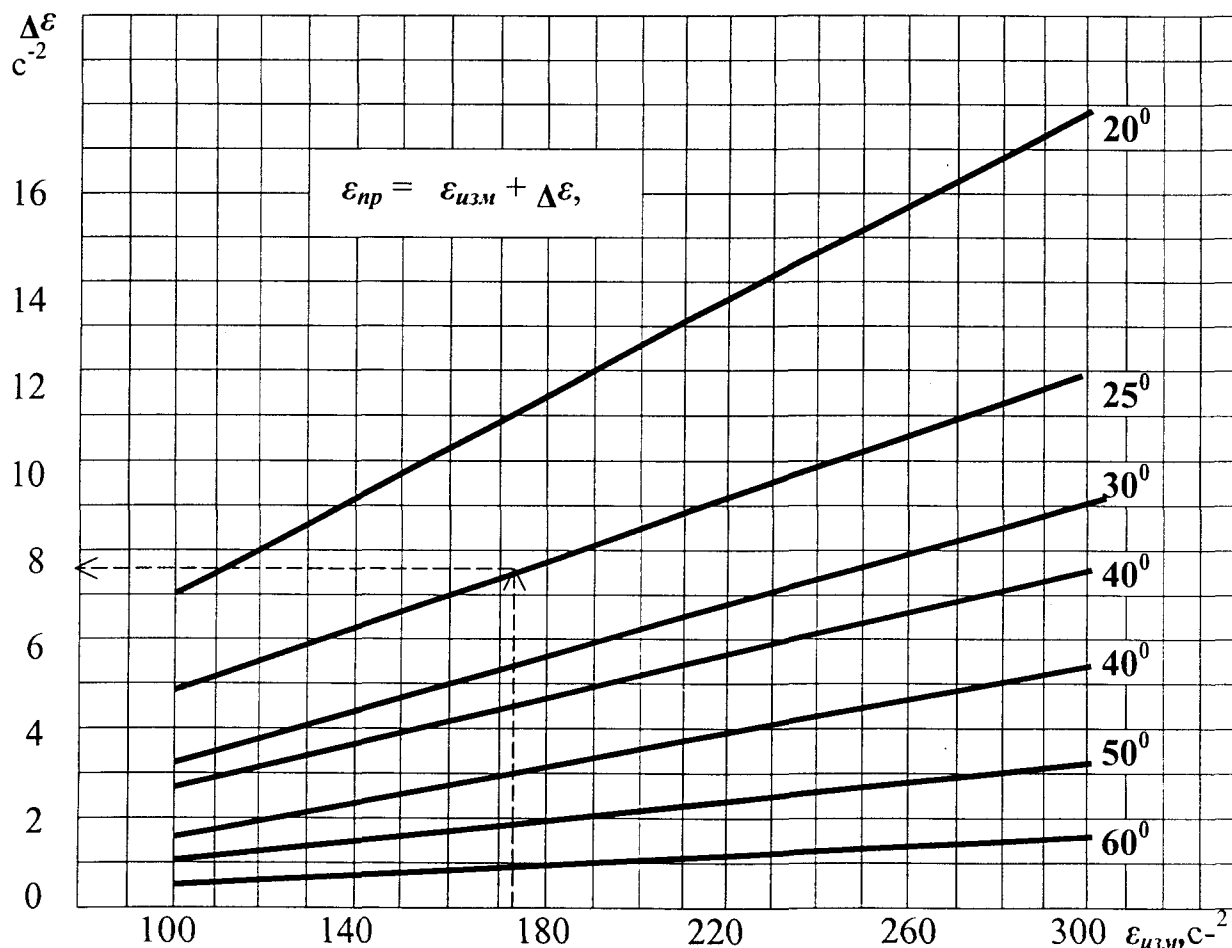

Рисунок 1.2 - График корректировки ускорений разгона по температуре двигателя.
7) повторить операции (5-6) не менее трех раз и найти среднее значение углового ускорения разгона. Если при измерениях тепловой режим двигателя отличается от паспортного режима (70-90°), произвести корректировку полученного значения по графику - рисунок 1.2, где